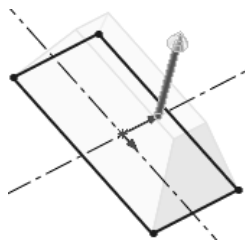
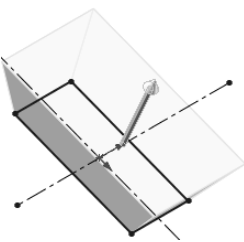

图 5-75 预览效果
图 5-76 预览效果
11 单击如图 5-69 所示“凸台-拉伸 1”属性管理器中的“方向 1 (1)”选项下的“拔模开/关”按钮, 并输入拔模角度 20，然后按下 Enter 键，其预览效果如图 5-75 所示，勾选“向外拔模”选项，此时预览效果如图 5-76 所示。